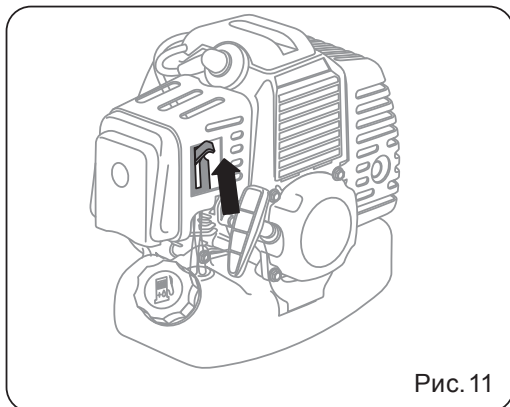

Рис. 11
- Рычаг воздушной заслонки переведите вверх, в положение **||** (Рис. 11).